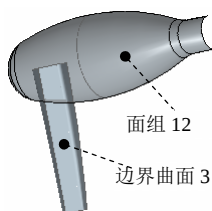

图 6.7.65 创建面组 123
- (1) 先按住 **Ctrl** 键，选取图 6.7.65 所示的边界曲面 3 和面组 12，再单击 **模型** 功能选项卡 **编辑** 区域中的 **合并** 按钮。